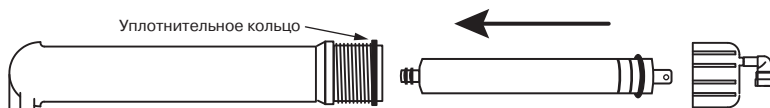

Рис. 15
3. Достаньте мембрану из пластикового пакета и установите ее в корпус (направление установки: двумя резиновыми кольцами — внутрь корпуса, см. **рис. 15**), предварительно смазав резиновые уплотнения мембраны тонким слоем силиконовой смазки.